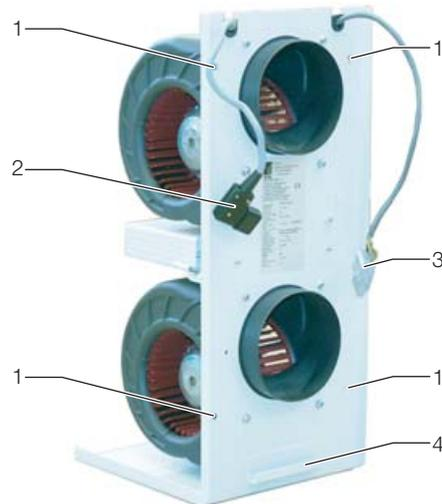

Рис. 33: Вентиляторный модуль модуля LCP
- Отвинтите 4 винта с передней стороны вентиляторного модуля (Рис. 33, Поз. 1).
- Отсоедините штекер электропитания и кабель управления (Рис. 33, Поз. 2 и Поз. 3).
- Вытяните вентиляторный модуль за рукоятку (Рис. 33, Поз. 4) полностью из модульного отсека.